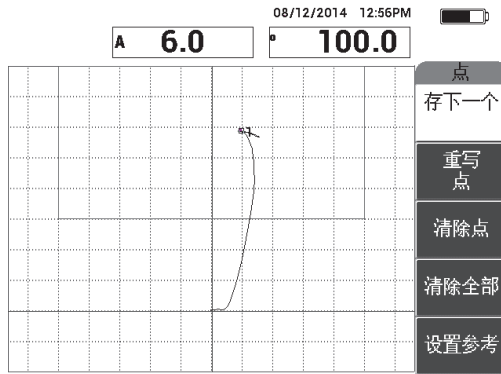

图 6-48 记录的第一个点
6. 按**存下一个** (A 键)，记录第一个点 (参见第 154 页的图 6-48)。